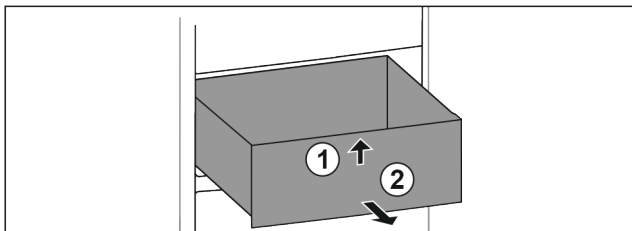

Fig. 30
- ▶ Løft skuffen fremefter. Fig. 30 (1)
- ▶ Tag skuffen ud fremefter. Fig. 30 (2)